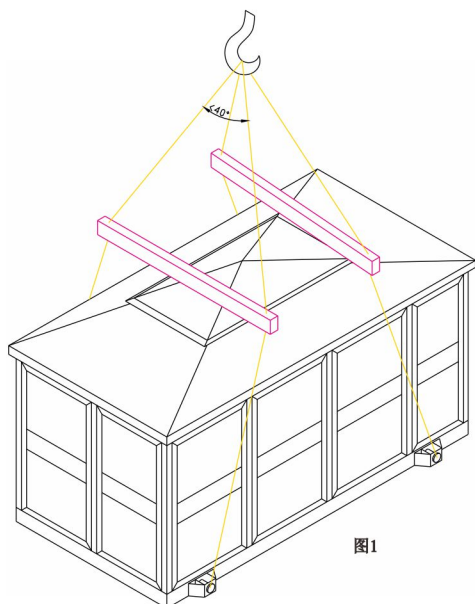

图1
- ① 用户收货时应按有关规定仔细检查。对于暂不安装的产品，应按正常使用条件规定，存放于适当的场所。
- ② 产品应采用专用吊具底部起吊，如图1。
- ③ 产品水平安放在事先做好的基础上，然后将产品底座与基础之间的缝隙用水泥砂浆抹封，以免雨水进入电缆室，通过高、低压室的底封板接入高、低压电缆。
- ④ 产品安装就位后应进行可靠接地；电站底座槽钢上的两个主接地端子、变压器中性点及外充、避雷器下桩头等均应分别由安装部门接地。所有接地应共用一组接地装置，其接地电阻应小于 4Ω ，从接地网引至本产品的接地引线应不少于两条。